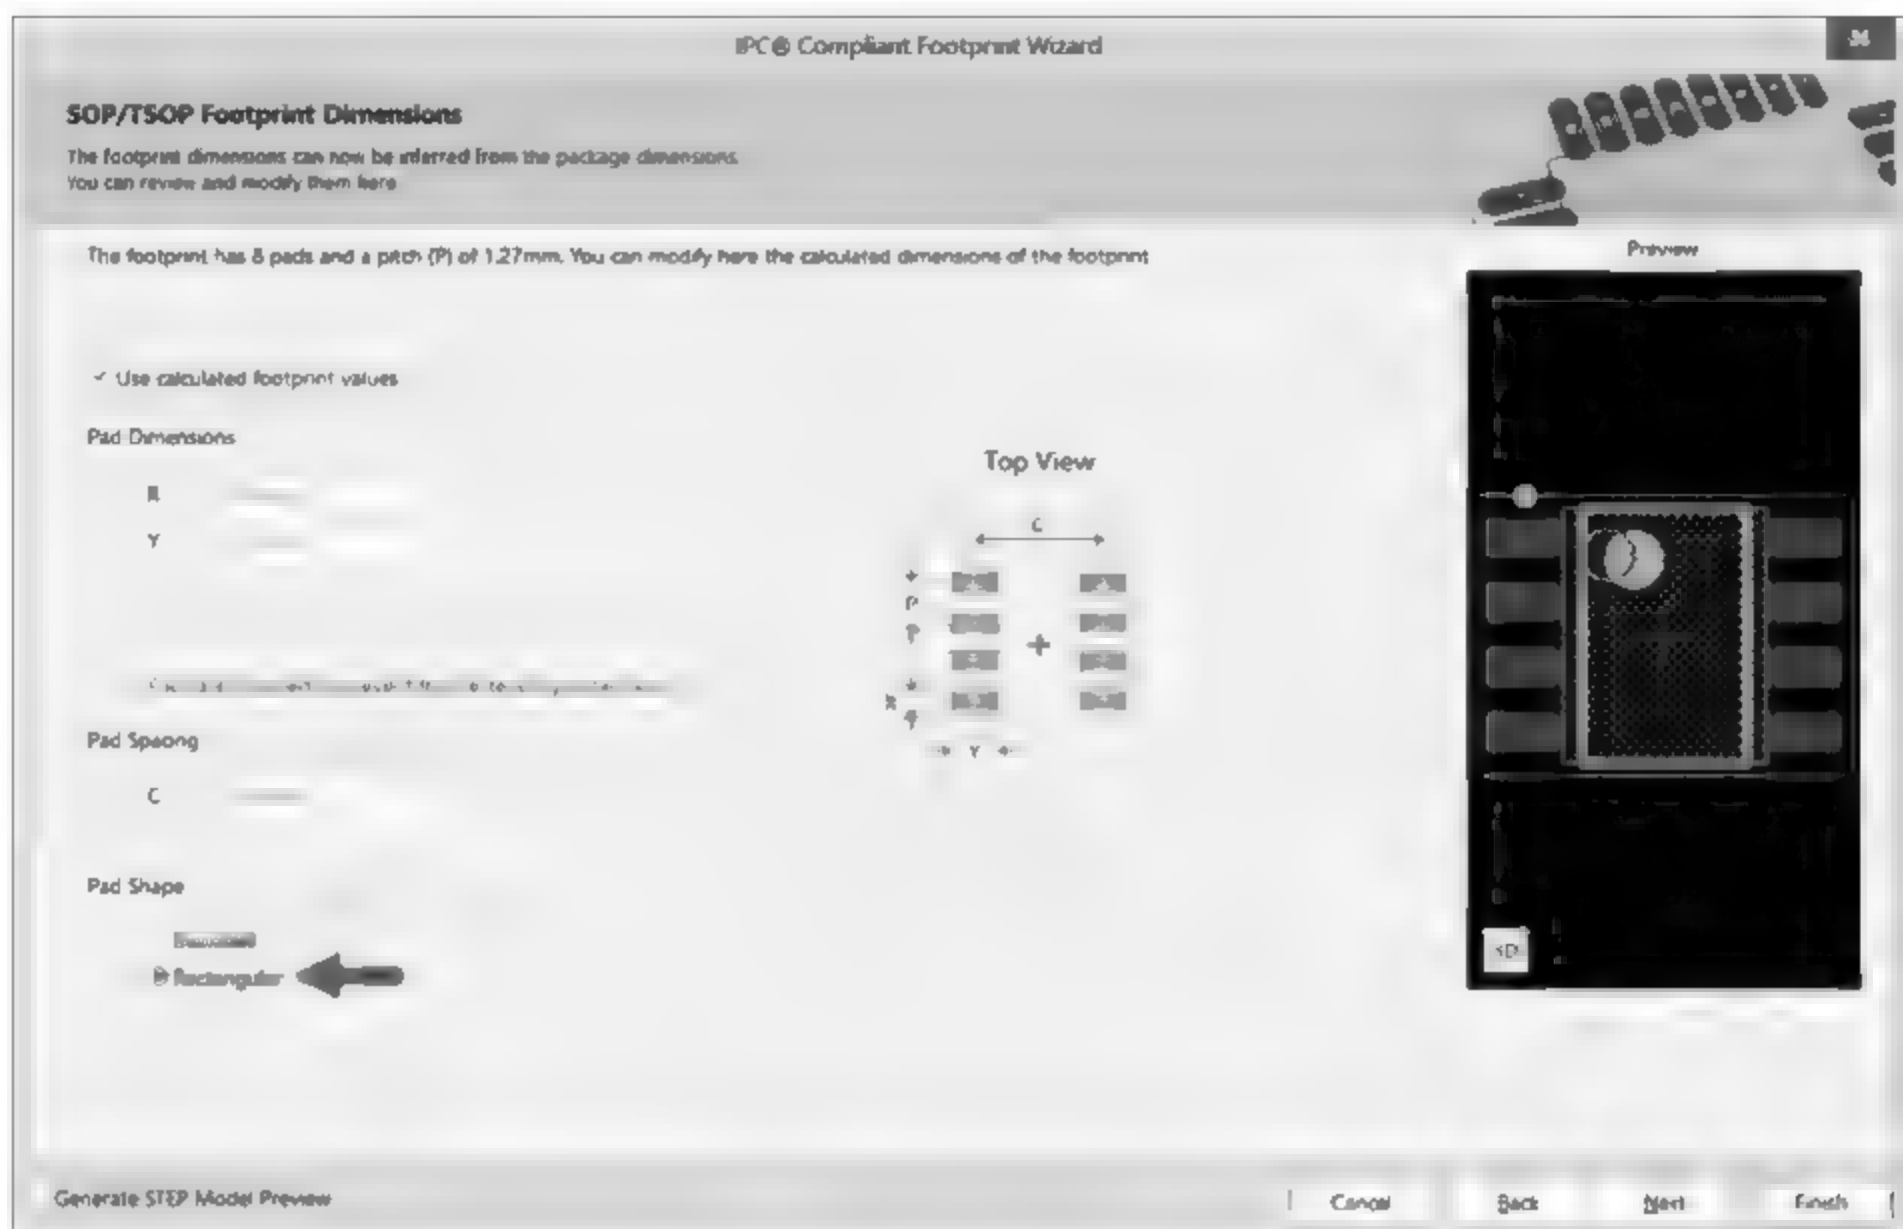

图 3-46 选择焊盘外形
(4) 参数输入完成后,单击 Next 按钮。在弹出的对话框中保持参数的默认值(即不用修改),一直单击 Next 按钮,直到在 Pad Shape(焊盘外形)选项组中选择焊盘的形状,如图 3-46 所示。